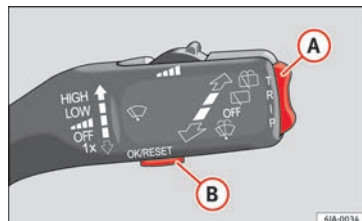

Fig. 29 Alavanca do limpavidros: comandos do ecrã informativo.
- O **Menu principal** ativa-se mantendo pressionado o botão basculante **(A)** » **Fig. 29** da alavanca multifunções.
- Se no ecrã informativo aparecer um aviso, tem de o confirmar pressionando o botão **(B)** »» **Fig. 29** »» Página 45 antes de poder aceder ao menu principal.